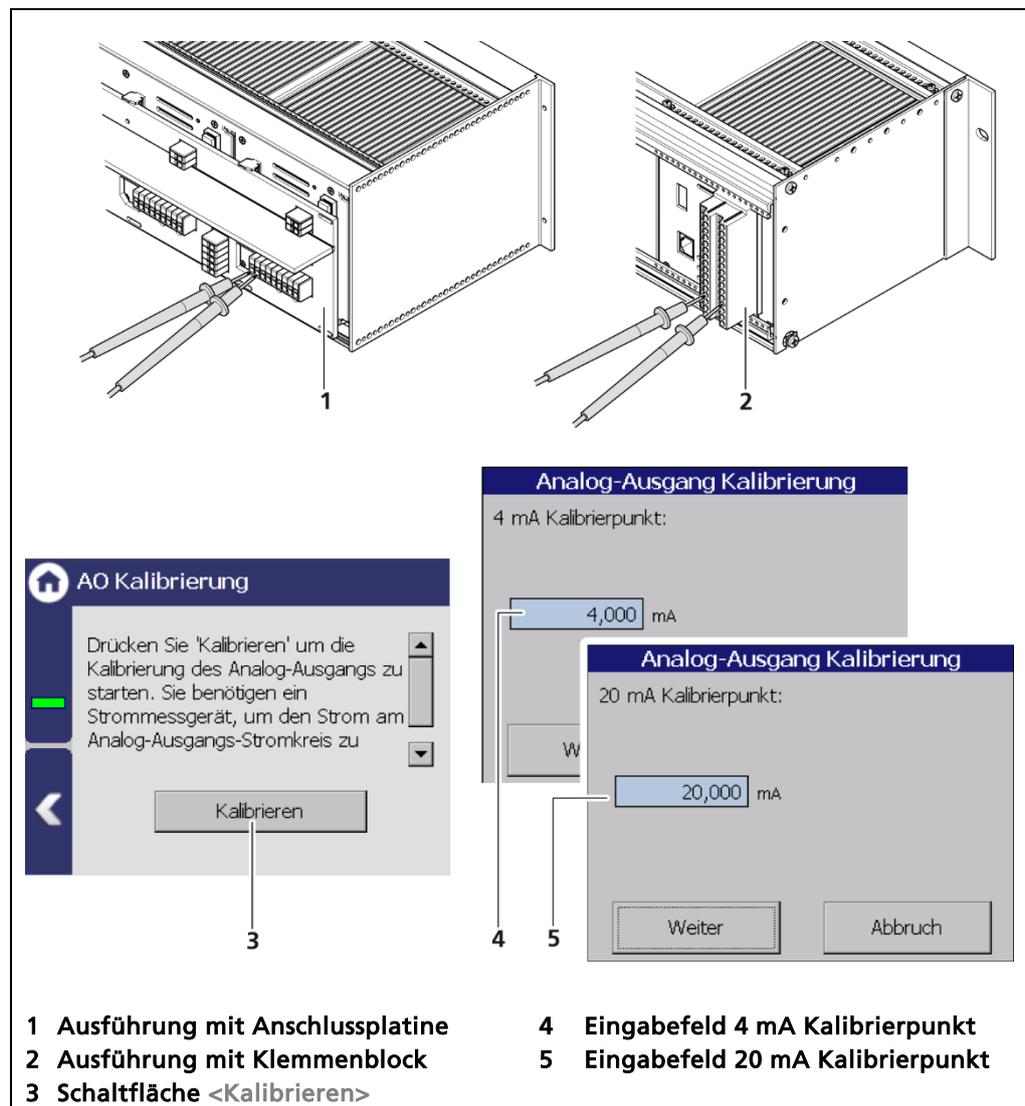

Abb. 117 Analog-Ausgang (Kalibrieren)
4. Geben Sie das Eingabefeld (Abb. 117, Pos.4) den angezeigten Wert des Strommessgeräts ein.
6. Geben Sie das Eingabefeld (Abb. 117, Pos.5) den angezeigten Wert des Strommessgeräts ein.